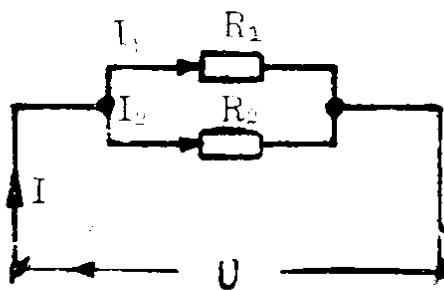

图 1-7
**例5** 如图 1-7 所示，已知  $U = 220$  伏， $R_1 = 100$  欧、 $R_2 = 440$  欧。求：